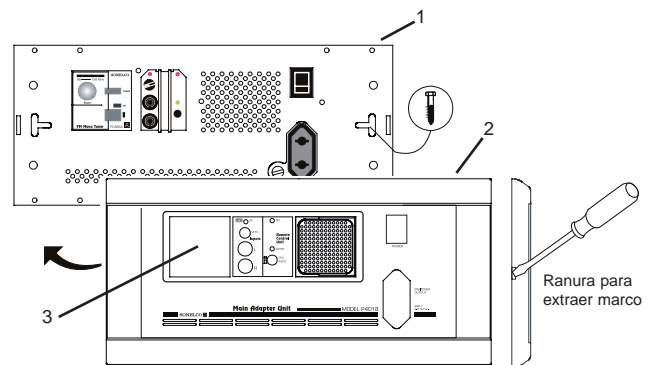

FIG.2
Para instalar un sintonizador PC3664, asegúrese de desconectar el interruptor general de la instalación para garantizar que no tiene conexionada la red de 230V. Con ayuda de un atornillador retire el marco (Ver fig:2), y quite la tapeta (3). Desatornille el chasis, y coloque el sintonizador sobre el chasis. Para el conexionado del sintonizador, siga las instrucciones de la hoja de producto del sintonizador, (Apto Conexionado)